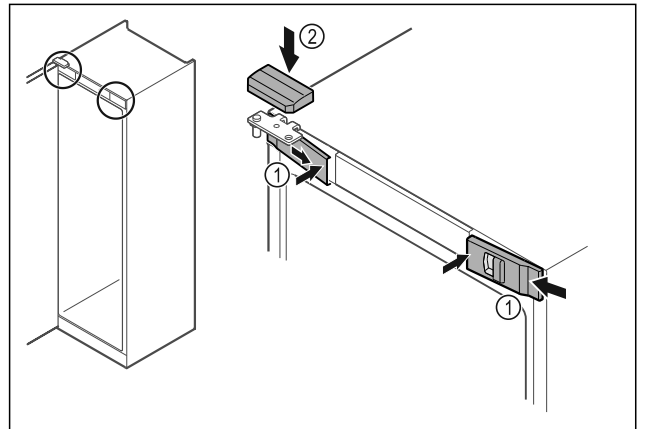

Fig. 53
- Accrocher les caches avant Fig. 53 (1) par les côtés et les enclencher en appuyant sur l'intérieur.
- Insérer le cache supérieur Fig. 53 (2) par le haut.